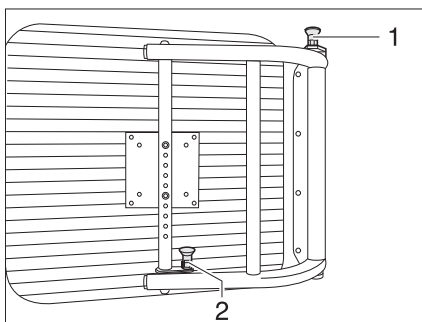

Fig. 8 Soporte con brazo giratorio
■ Girar la pantalla plana de regreso a la posición inicial hasta que los dos botones de desbloqueo (Fig. 8,1 y 2) engatillen.